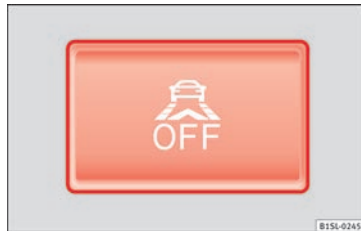

Fig. 155 Nella parte inferiore della console centrale: tasto per la funzione di frenata di emergenza City.
La funzione di frenata di emergenza City è stata attivata manualmente mediante il pulsante **OFF** » fig. 155.
Nell'area di funzionamento da 5-30 km/h (3-19 mph): la funzione di frenata di emergenza City è stata disattivata manualmente mediante il pulsante **OFF** » fig. 155.
Disattivare la funzione di frenata di emergenza City mediante il pulsante **OFF** » fig. 155.
- Premere il tasto » **fig. 155** nella console centrale.